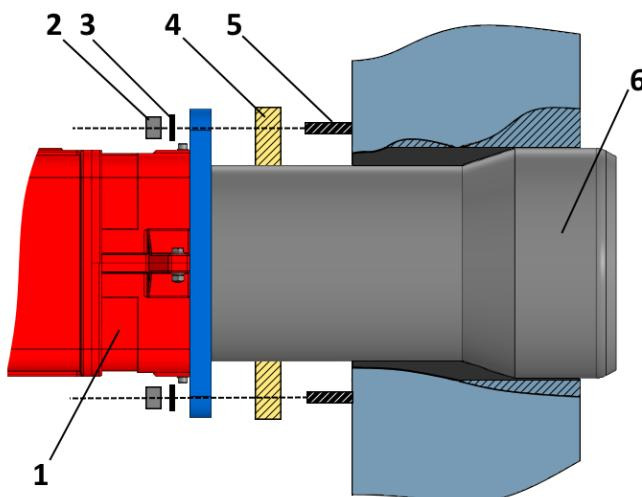

Рисунок 2.1 - Пример монтажа горелки к топке. 1 – Горелка; 2 – Крепежная гайка; 3 – Шайба; 4 – Теплоизоляционный уплотнитель; 5 – Шпилька; 6 – Сопло.
3. Установить горелку на котел, продев шпильки в отверстия фланца горелки, Рисунок 2.1. Закрепить ее с помощью гаек и шайб. Пространство между оголовком горелки и огнеупорным краем отверстия котла должно быть герметично закрыто специальным изолирующим материалом.